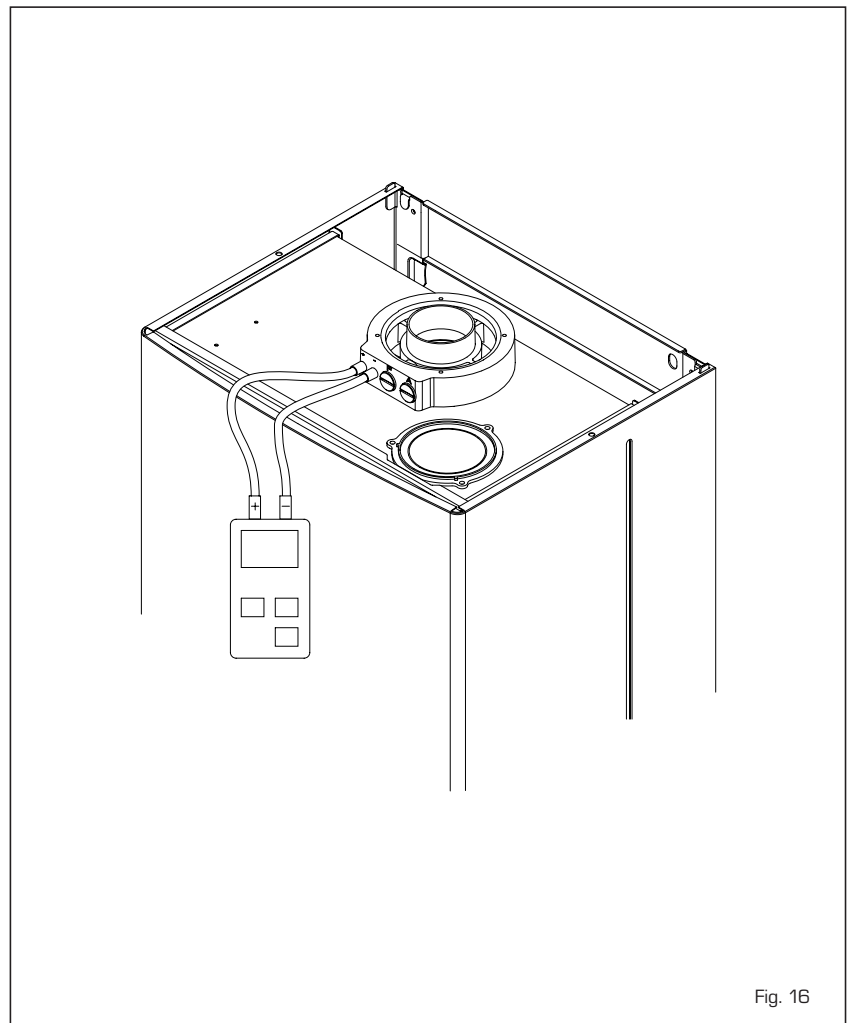

Fig. 16
3.5 PRESSÓSTATO DE FUMOS "25 - 30 - 35 BF TS" (fig. 16)
com um manómetro diferença ligado como indicado na fig. 16.